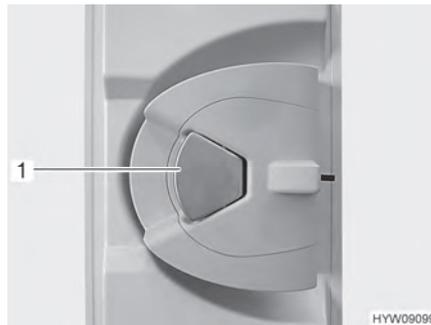

Fig. 32 Serrure de la porte (porte cellule à l'intérieur)
- Ouvrir :* ■ Quand la serrure de la porte est verrouillée : Tirer une fois sur la poignée de la porte (Fig. 32,1). La porte est déverrouillée.
- Tirer sur la poignée de la porte (Fig. 32,1). La porte est ouverte.
- Verrouiller :* ■ Appuyer sur la poignée de la porte (Fig. 32,1).